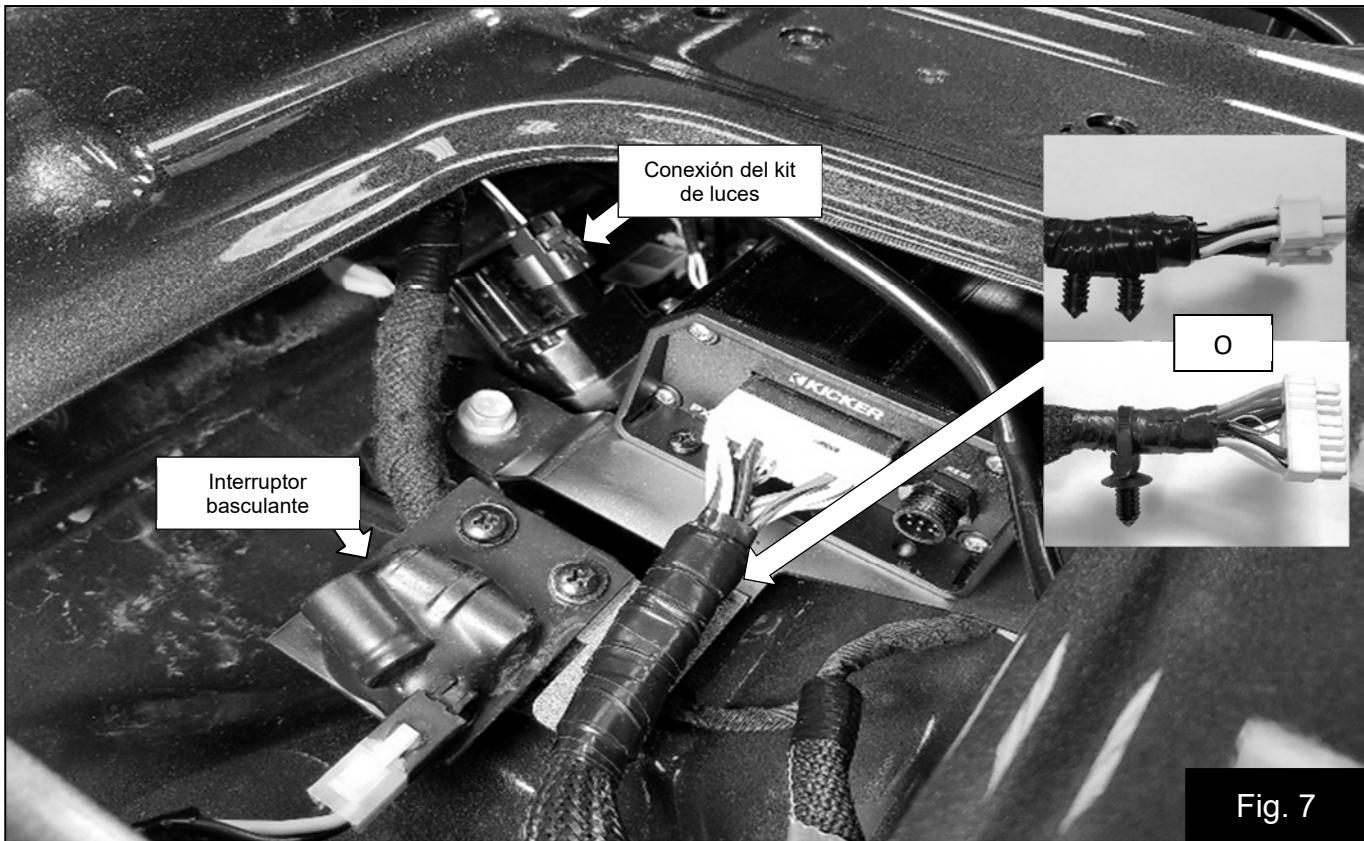

Fig. 7
10. Conecte el arnés al amplificador y el conector de cuatro pinos al interruptor basculante adherido al soporte del amplificador. Fig. 7 Enrute el arnés a lo largo del arnés de fábrica orientado hacia el lado del pasajero.
11. Asegure el arnés del amplificador con uno de los dos retenedores suministrados. Fig. 7
12. Desconecte el conector ilustrado e instale el arnés de cables en T del kit de luces (si está equipado). Fig. 7